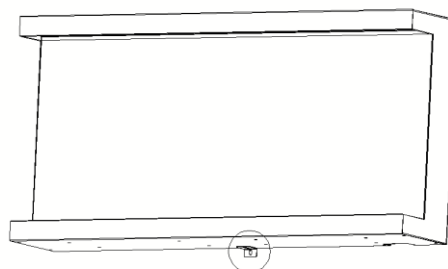

Fig 1-2
B. Przy pomocy tej śruby zamontuj wspornik w kształcie litery „L” (J) u dołu paleniska. (Fig 1-2)